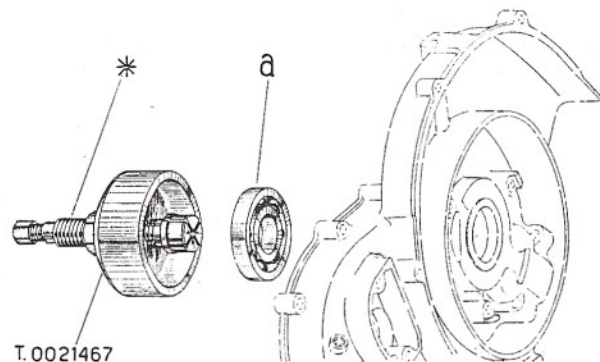

Fig. 19/C - Cuscinetti albero motore (se eventualmente rimangono nel carter).
**N.B.** - L'operazione può effettuarsi solo se il cuscinetto di banco lato volano resta montato sull'albero motore; se invece rimane nel semicarterm, prima di smontare l'anello di tenuta occorre togliere il cuscinetto secondo il procedimento illustrato in fig. 19/C.